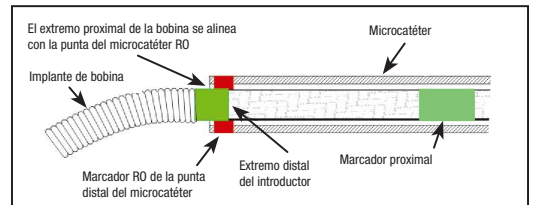

Figura 4: posición de las bandas marcadoras para la separación
30. Guíe la bobina hacia el lugar deseado hasta que el marcador radiopaco del sistema introductor esté alineado o ligeramente distal con respecto al marcador RO de la punta distal del microcatéter, con la zona de separación justo fuera de la punta del microcatéter. Consulte la Figura 4.